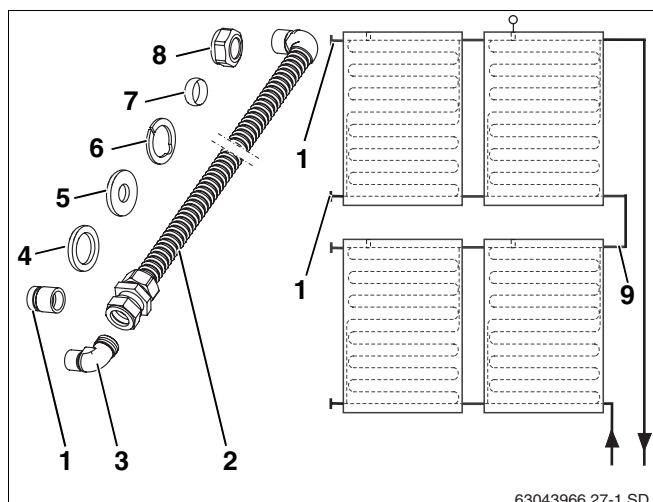

Fig. 38 Rappresentazione schematica e volume di fornitura
Il kit di collegamento (fig. 38, **pos. 9**), che è disponibile come accessorio, permette il collegamento fra due file di collettori.
Volume di fornitura (fig. 38)
Chiudere con i tappi di chiusura gli attacchi del collettore non utilizzati (fig. 38, **pos. 1**, vedi capitolo 6.1.2 "Montaggio dei tappi di chiusura", pag. 21).